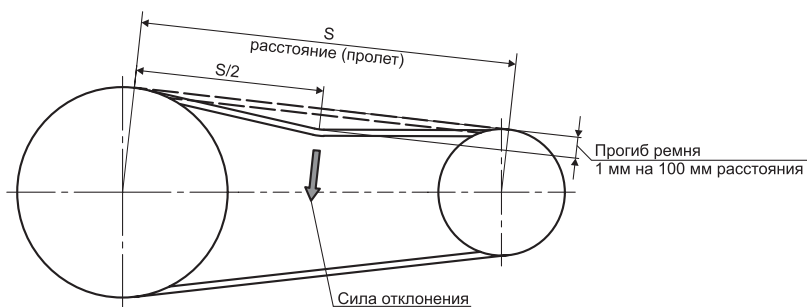

Рисунок 2. Схема натяжения ремня.
А) Приложите усилие в середине пролета S (смотрите рисунок 2) требуемое для прогиба ремня на 1 мм на пролет длиной 100 мм от его обычного положения. Замерьте приложенное усилие. Пример, для расстояния S равного 400 мм прогиб ремня в середине пролета должен составлять 4 мм.
Натяжение ремней (рис. 2) регулируется перемещением электродвигателя (1) вдоль направляющей (2). Для этого нужно: ослабить затяжку болтовых креплений (3) электродвигателя к направляющей (2) и стопорные гайки натяжных болтов (4); переместить его поочередным закручиванием гаек натяжных болтов (4), добиться выравнивания ведомого и ведущего шкивов (см. «Выверка валов вентилятора и электродвигателя»); затянуть болтовое соединение (3). После выполнения всех операций затянуть стопорные гайки натяжных болтов (4).